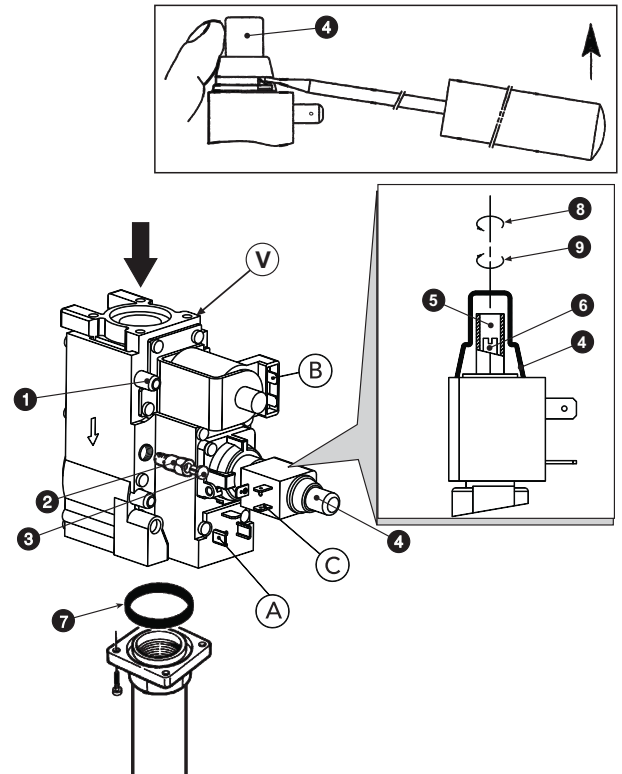

рис. 4 - Перенастройка котла на другой вид газа
Операции регулировки давления должны выполняться при работающем котле с помощью соответствующих регуляторов, установленных на 2-ступенчатых газовых клапанах (см. рис. 4)
3. Снимите защитную крышку регулятора давления 4 на рис. 4.
1. Медленно поверните ручку регулировочного термостата по часовой стрелке до 1-го щелчка; таким образом обеспечивается подача газа в отверстия А и В газового клапана (см. рис. 4).
2. Регулируйте давление с помощью винта 6 на рис. 4 и проверьте его на соответствие со значениями, приведенными в таблице технических данных на sez. 5.3.
1. Поверните ручку термостата регулировки до максимума; таким образом обеспечивается подача газа в отверстия А, В и С газового клапана (см. рис. 4).
2. Регулируйте давление с помощью винта 5 на рис. 4 и проверьте его соответствие со значениями, приведенными в таблице технических данных на sez. 5.3.
2. Снимите с газового клапана маленький колпачок 3 (рис. 4), установите на клапан регулятор "STEP" зажигания 2, находящийся в комплекте переналадки, и наденьте на него колпачок 3.
Осуществляется выполнением описанных выше операций, сняв регулятор зажигания "STEP" 2 на рис. 4 с газового клапана и установив колпачок 3 на рис. 4 непосредственно на клапан.